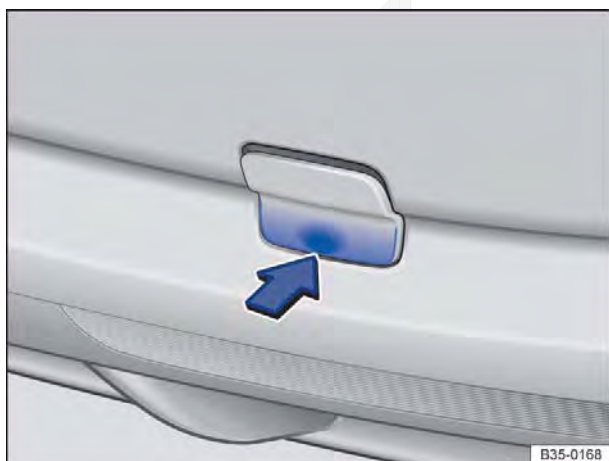

Fig. 261 No para-choque traseiro à direita: remover a cobertura.
O alojamento da argola de reboque rosqueável está localizado à direita do para-choque traseiro, atrás de uma cobertura ⇒ Fig. 261. Em *veículos com dispositivo de reboque instalado de fábrica*, atrás da cobertura **não** há um alojamento para a argola de reboque rosqueável. Para rebocar, bascular para fora ou montar e utilizar a rótula de engate e utilizá-la ⇒ Página 160, ⇒ ①.
- Pressionar na área inferior da cobertura ⇒ Fig. 261 no sentido da seta para soltar o encaixe da cobertura.